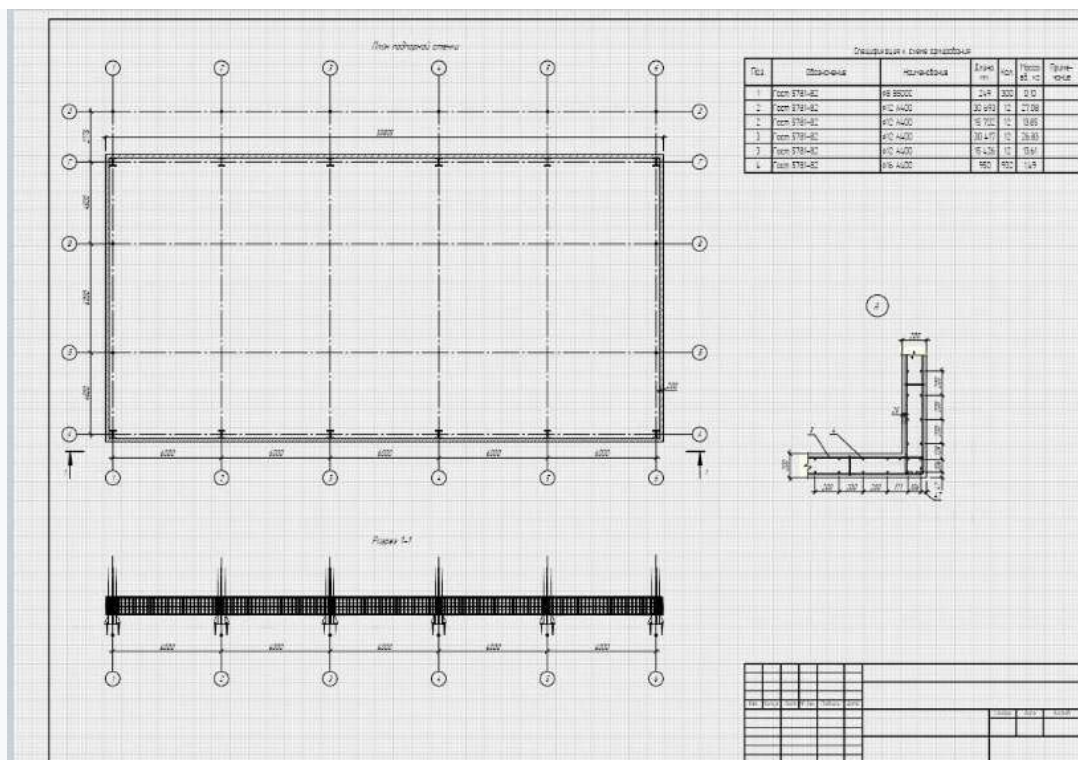

Рисунок 14.13 - Лист с Легендой арматурных деталей
9. Создаём спецификацию при помощи инструмента *Легенда*. На лист чертежа формат А3 вынести общий план, на котором будут и колонны, при этом мы получим в спецификации только стальных деталей, так как стиль *Легенды* настроен исключительно на арматурные изделия (рис. 14.13).